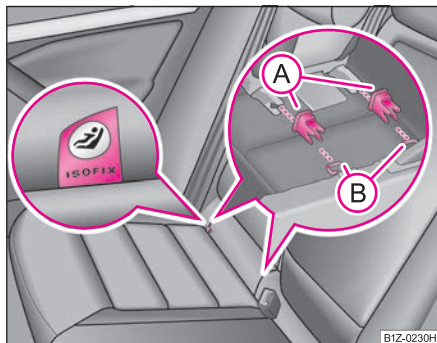

Fig. 178 Inelele de prindere (sistemul ISOFIX)
- Elementul de prindere (A) se introduce în inelele (B) existente la baza îmbinării spătarului scaunului cu perna ⇒ fig. 178.